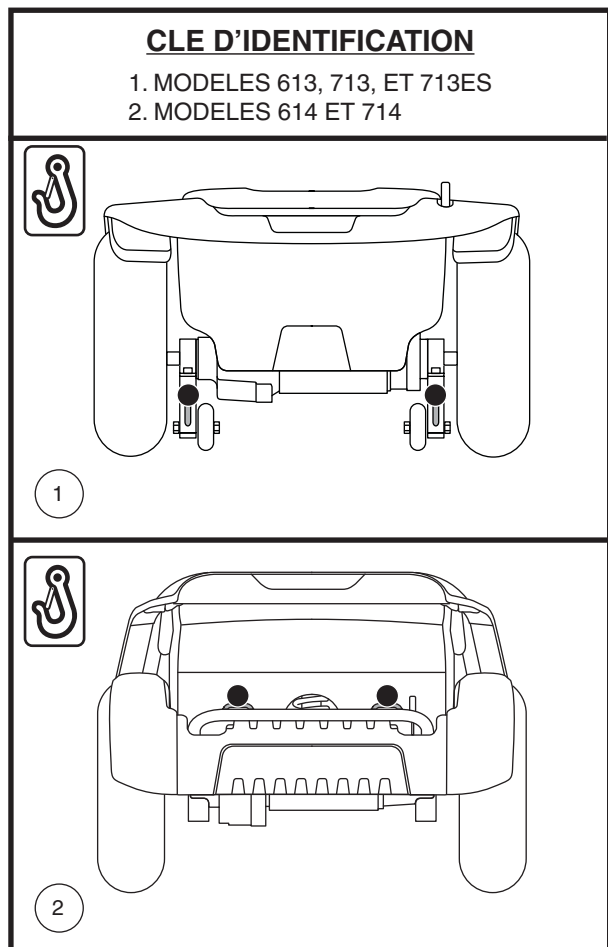

Figure 9. Points d'ancrage arrière (Identifié avec des points noirs)
Le scooter doit toujours être ancrés face à l'avant du véhicule. Fixez les quatre (4) courroies aux points d'ancrage désignés sur le scooter. Voir les figures 9 et 10. Serrez-bien les courroies pour retirer le jeu excessif. N'attachez jamais le scooter par ses composants réglables ou mobiles tels que les accoudoirs, capots ou roues. Ces articles devraient être enlevés. Positionnez les points d'ancrage arrière des courroies directement derrière le scooter. Les points d'ancrage avant sont disposés plus loin de chaque côté du scooter afin d'augmenter la stabilité latérale.